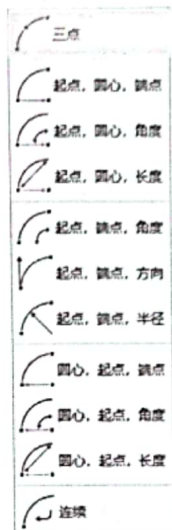

图 4-86 圆弧的功能区命令
- 在“默认”选项卡“绘图”面板中单击“圆弧”按钮下方的小三角符号 ▾，在展开的列表中可根据需要选择绘制圆弧的方式，如图 4-86 所示。